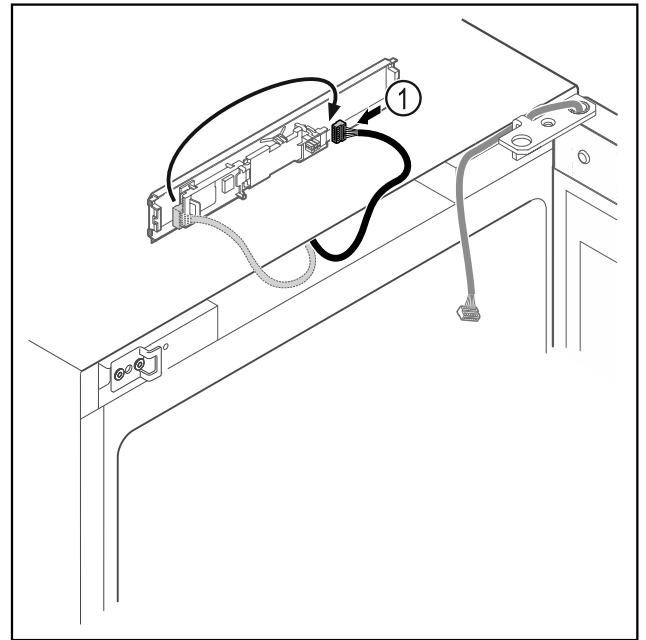

Fig. 15
- Aseta pistoke Fig. 15 (1) levyyn toiseen kohtaan.